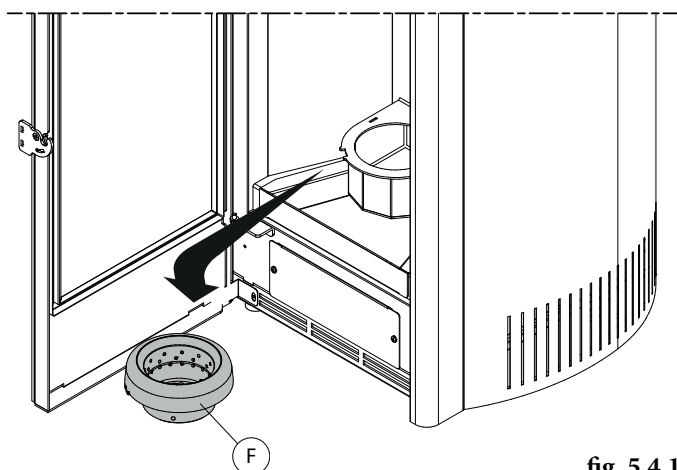
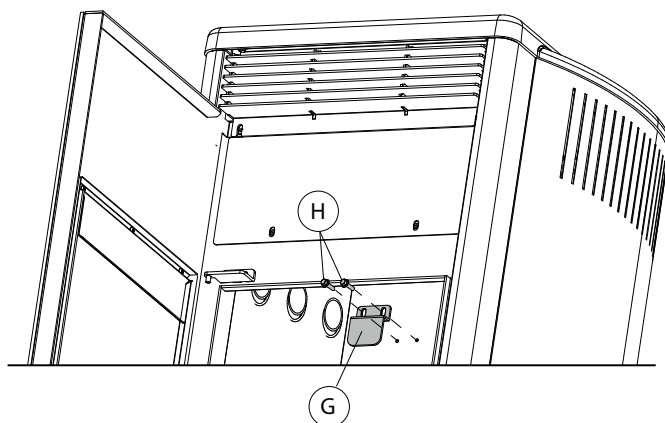

fig. 5.4.1
fig. 5.4.2
- Abrir la puerta, remover el brasero F (Fig. 5.4.1) y la abrazadera de fijación G procediendo en los dos tornillos H (Fig. 5.4.2)